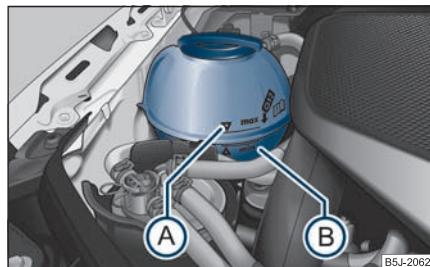

Fig. 179 Compartimentul motor: Vasul de expansiune al lichidului de răcire
- Verificați nivelul lichidului de răcire din vasul de expansiune ⇒ fig. 179. Când motorul este rece, nivelul lichidului de răcire trebuie să se afle între marcajele „MIN” (B) și „MAX” (A). Când motorul este cald, nivelul lichidului de răcire poate fi și puțin peste marcajul „MAX”.
- Puneți o lavetă pe capacul vasului de expansiune ⇒ pagina 188, fig. 179 și desfaceți capacul **cu grijă** spre stânga ⇒ ⚠.